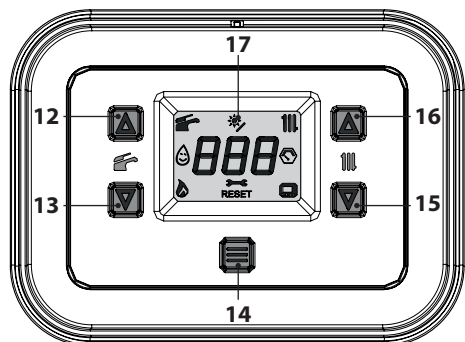
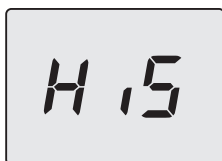
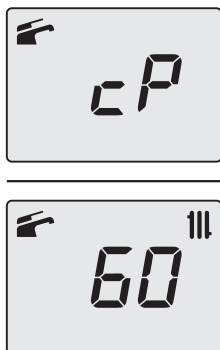
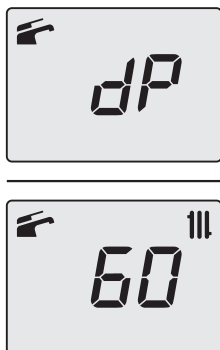

Figura 9.17
Figura 9.18
Figura 9.22
Figura 9.23
- Entrare in "modalità programmazione" premendo contemporaneamente per 5 secondi i tasti 13 e 15 (Figura 9.17) fino a far apparire sul display LCD le lettere **His** che indicano il menu "Storico delle caldaia" (Figura 9.18).
- Premendo il tasto 15 (Figura 9.17) è possibile variare la potenza in modalità spazzacamino: con visualizzazione sul display LCD delle lettere **hP** che si alternano con il valore di temperatura dell'acqua di riscaldamento (es.**32**), siamo in "funzione spazzacamino" alla potenza minima in riscaldamento (Figura 9.21).
- Premendo il tasto 15 (Figura 9.17) è possibile variare la potenza in modalità spazzacamino: con visualizzazione sul display LCD delle lettere **cP** che si alternano con il valore di temperatura dell'acqua di riscaldamento (es.**60**), siamo "funzione spazzacamino" alla potenza massima in riscaldamento (Figura 9.22).
- Premendo ulteriormente il tasto 15 (Figura 9.17) è possibile variare nuovamente la potenza in modalità spazzacamino: con visualizzazione sul display LCD delle lettere **dP** che si alternano con il valore di temperatura dell'acqua di riscaldamento (es. **60**), siamo "funzione spazzacamino" alla potenza massima in sanitario" (Figura 9.23);
- Premendo contemporaneamente per 1 secondo i tasti 13 e 15 (Figura 9.17) si esce dalla "modalità spazzacamino" e si ritorna alla lista menu.
- tenere premuti contemporaneamente i tasti 13 e 15 per 5 sec. (Figura 9.17) (ritorno al livello precedente).